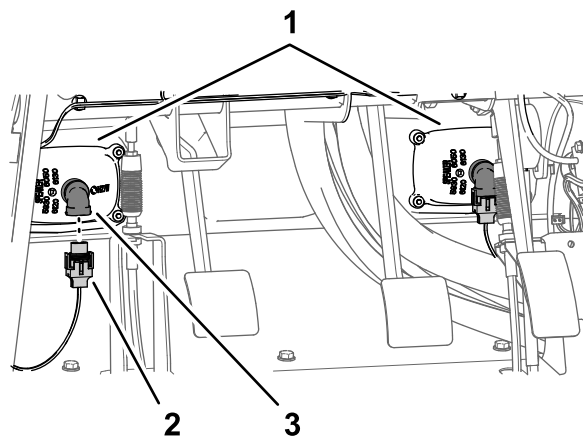

Figura 217
3. Conecte los 2 conectores hembra de 2 vías del arnés de cables de la máquina a los conectores de 2 pines de los faros derecho e izquierdo (Figura 217).
1. Alinee el panel interior del guardabarros con los tubos superior izquierdo e inferior izquierdo del bastidor (Figura 217).